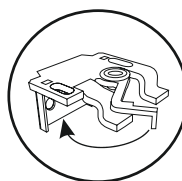

Рис.2
- ① Установите крепления. На рисунке 1А и 1Б показаны возможные варианты установки универсальных креплений.
- ② Повернув защелку против часовой стрелки (рис. 2), закрепите карниз на универсальных креплениях на расстоянии не более 20 см от края (рис. 1), затем поверните защелку по часовой стрелке до упора (рис. 2).
- ③ Для развески шторы необходимо распустить **шнуры** штор №1 и №2, сняв с них фиксирующие резинки. На шнурах шторы №2 зафиксированы крепёжные кольца (не снимать до установки шторы №2).
- ④ Проверьте натяжение каждого шнура, потянув за них рукой вниз. **Убедитесь, что все шнуры полностью выпущены из рабочих блоков.**
- ④А Определите нижний край шторы в её опущенном положении; на этом уровне завяжите узелки на шнурах; убедитесь, что все узелки находятся на одном горизонтальном уровне.